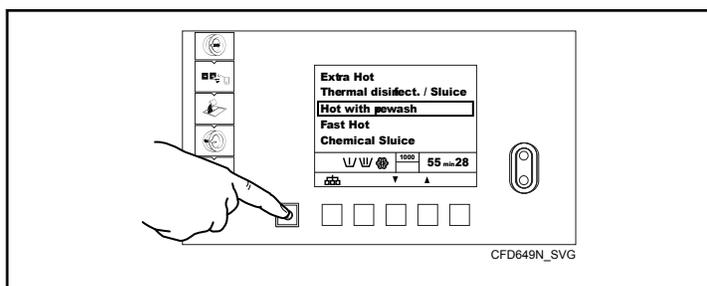

Figure 37
6. Lancer le cycle en appuyant sur la touche Start/Stop (marche/arrêt). Se reporter à la *Figure 37*.